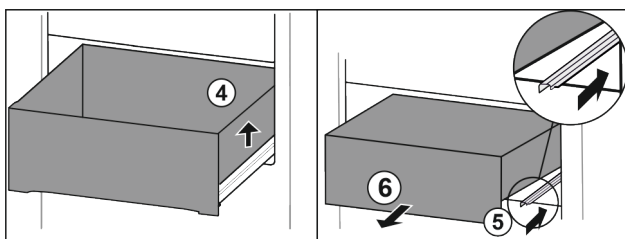

Fig. 114
- ▶ Nadvihnite zásuvku doprava. Fig. 114 (4)
- ▶ Zasuňte pravú koľajničku. Fig. 114 (5)
- ▶ Odoberte zásuvku dopredu. Fig. 114 (6)